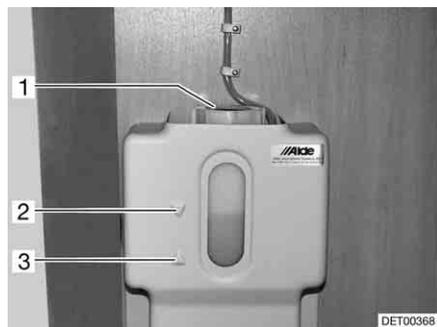

Fig. 267 Recipiente de compensación para la calefacción de agua caliente
- Comprobar si en el recipiente de compensación (Fig. 267) el líquido está entre las marcas "MIN" (Fig. 267,3) y "MAX" (Fig. 267,2).
- Abrir la tapa giratoria (Fig. 267,1) del recipiente de compensación.